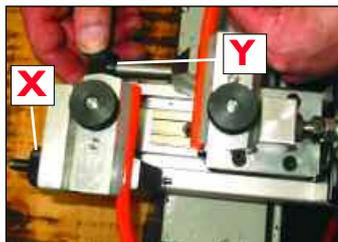

Figure 4
9. Répéter l'étape 8 pour l'autre extrémité de la courroie. Faire glisser la courroie dans la mâchoire de serrage avant de droite à gauche et les faire déborder approximativement de 2 à 3mm à gauche. Serrer la vis Y (voir Fig. 4) pour maintenir l'extrémité de la courroie en place.